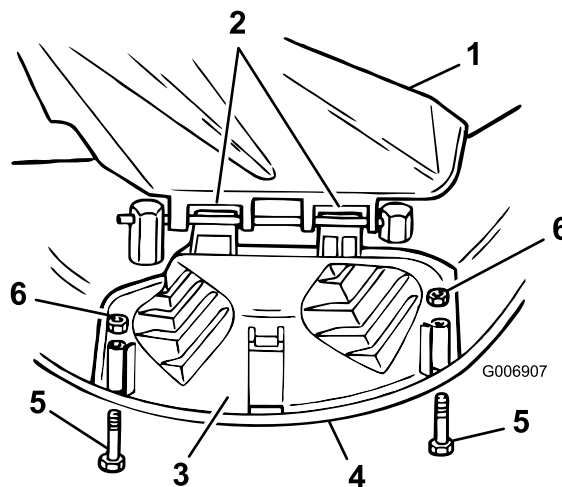

Figure 15
3. Abaissez l'obturateur d'éjection jusqu'à sur le bord inférieur du carter de tondeuse pour fermer l'ouverture (Figure 15).
4. Fixez l'obturateur d'éjection au bord inférieur du carter de tondeuse à l'aide des boulons et des écrous (Figure 15).